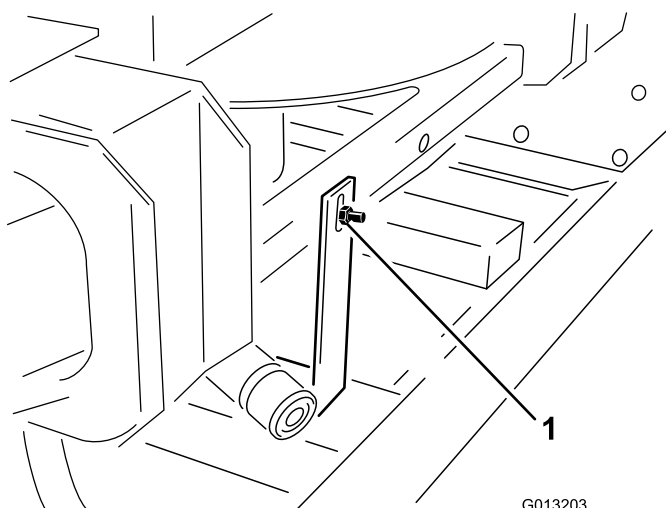

Figura 3
2. Nella parte posteriore dello spargitore doppio, rimuovete il bullone e il dado che assicurano la staffa di spedizione del dispositivo di sollevamento della macchina allo spargitore doppio (Figura 3).